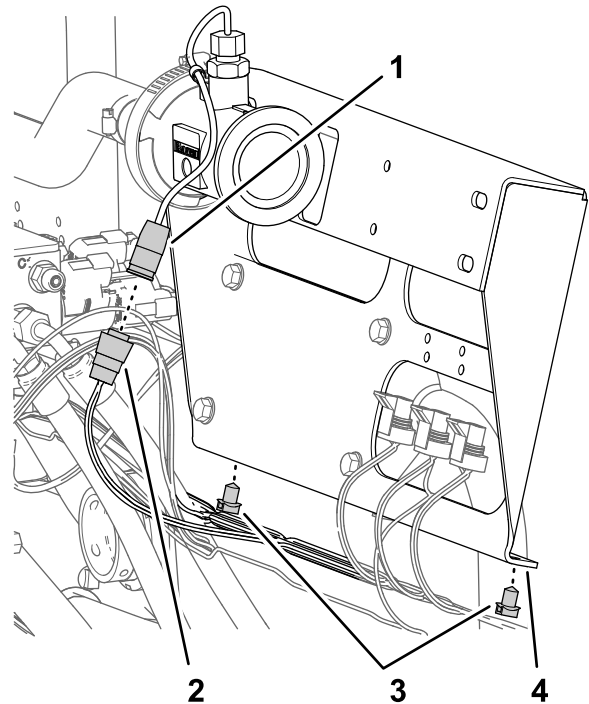

Figura 70
1. Desconecte el conector hembra de 3 vías del arnés de cables de la máquina marcado FLOW METER del conector de 3 pines del caudalímetro (Figura 70).
2. Retire las 2 grapas del arnés de cables de la máquina de la pestaña inferior del panel de las válvulas de sección (Figura 70).